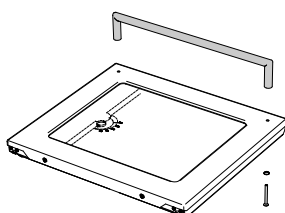

Bild 41
- Backrohtür nach Anleitung aushängen und auf eine saubere Unterlage legen, die Griffbefestigungen lösen (2x) und den Backrohrgriff abnehmen (Bild 41).